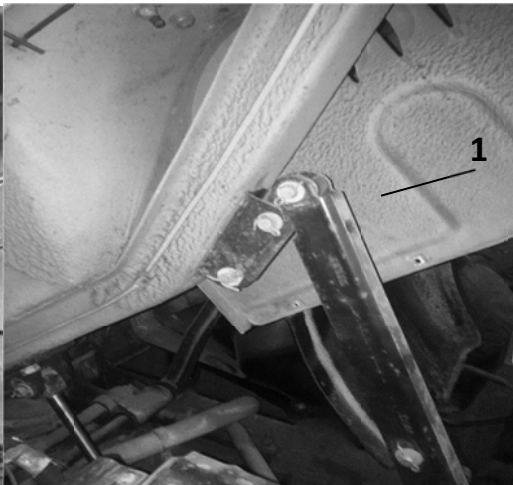

Рис. 4.2. Палец удлинителя:
5.4. Расшплинтуйте и выньте палец 1 (рис. 4.2) удлинителя. Поднимите кабину во второе положение (60°), поддерживая ее спереди	Плоскогубцы, лопатка-вороток